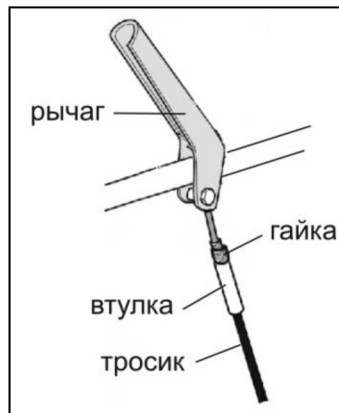

Рис. 41
11.8. Регулировка тросиков привода шнека и колес (гусениц) (Рис. 41)